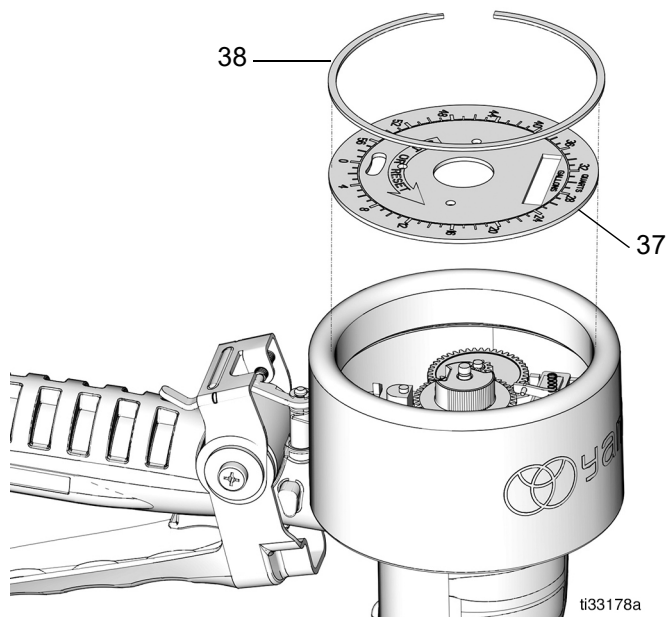

図 10
4. 大きな保持クリップ (38) を外し、次に目盛盤 (37) を外します (図 10)。